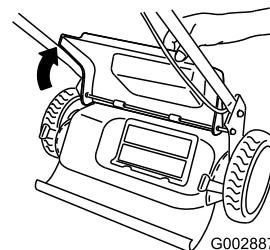

Figura 24
4. Alzate lo sportello posteriore e tenetelo alzato (Figura 24).